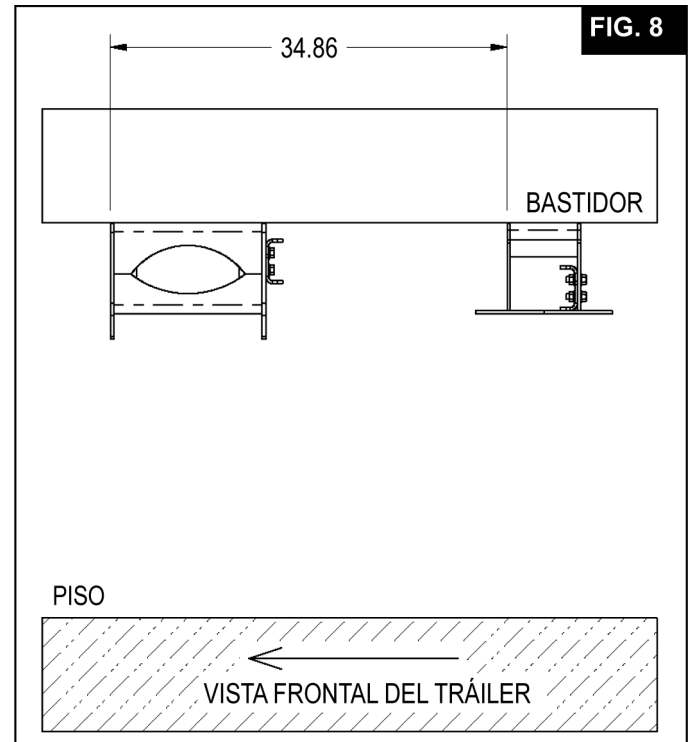

FIG. 8
11.2 Apriete firmemente los soportes delanteros y traseros del bastidor a la parte inferior de los carriles del bastidor del tráiler a la distancia mostrada en la **Fig. 8**. Recuerde que las ranuras de alineamiento permitirán que el eje se mueva de un lado al otro